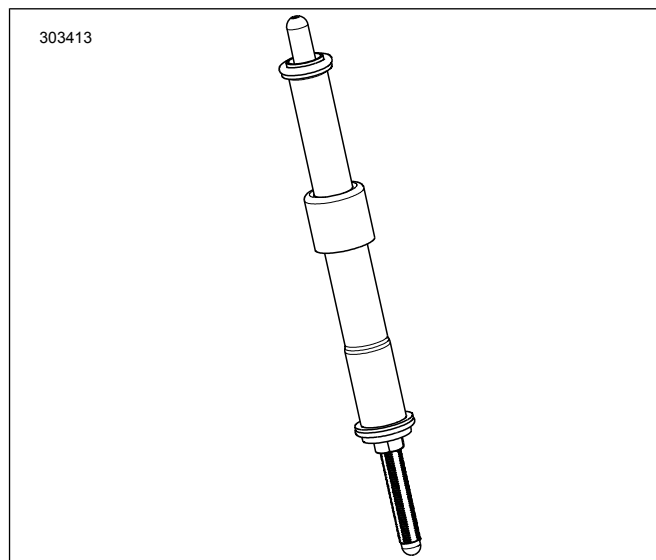

Figura 2. Tacheț montat în capacul tacheului
7. Figura 2 Montați tacheții de admisie în capacele tacheților.